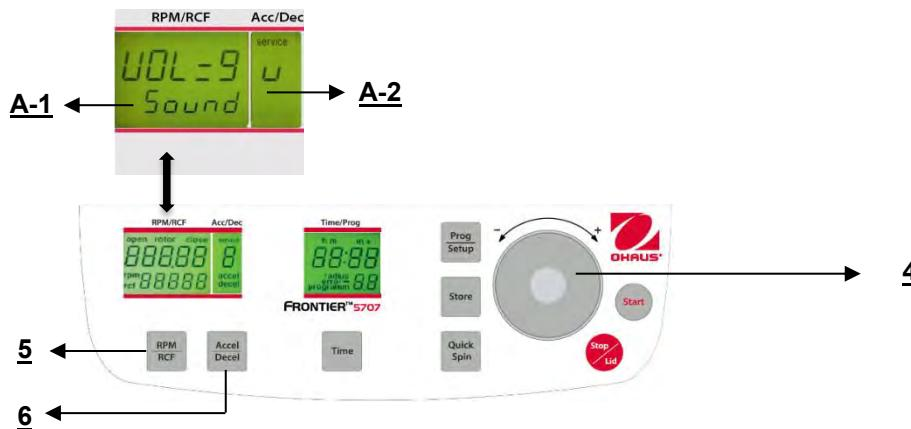

Abbildung. 30
Fahren Sie fort wie unter Punkt 4.1.2 beschrieben, um in den Programmmodus einzutreten und drücken Sie dann die Taste "Accel/Decel"(6). Auf der Anzeige "Acc/Dec" (A-2) blinkt das Wort "Service". Wählen Sie nun den Buchstaben "U" mit Hilfe des Anpassungs Wähl scheibe (4). Als Ergebnis erscheinen auf der Anzeige "RPM/RCF" (A-1) die Worte "Vol=0- 9/Sound". Nach dem Drücken der Taste "RPM/RCF" (5), können Sie die gewünschte Lautstärke zwischen 0 (leise) und 9 (laut) mit dem Anpassungs Wähl scheibe (4) anpassen (siehe Abbildung 30).